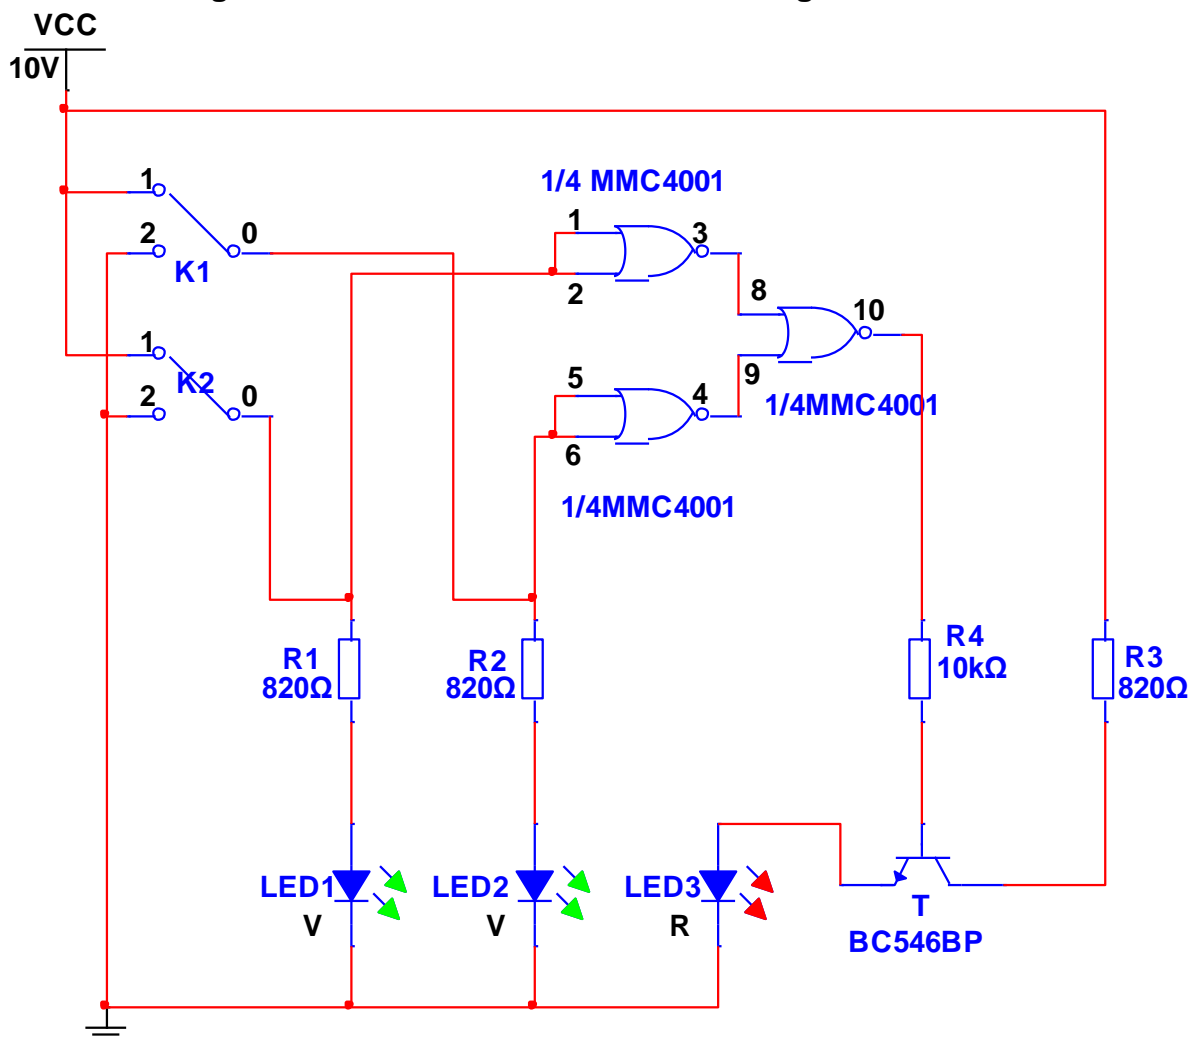

Figura 2. Montaj cu 3 porți logice SAU-NU (NOR).
1. Montajul din **figura 2** implementează funcția logică **ȘI** (LED 3 luminează numai dacă ambele comutatoare K1 și K2 sunt în poziția "1" logic).